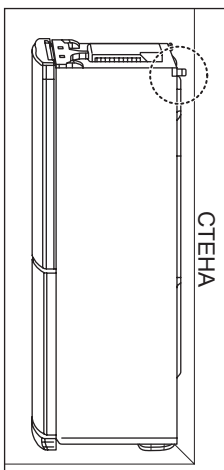

Рис.2
- Над холодильником, а так же с задней и боковых его сторон должно быть свободное пространство не менее 5 см. для циркуляции воздуха и снижения энергопотребления. Рис.2